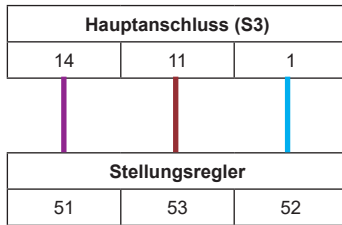

Abb. 27 Stellungsregler-Einbau-Klemmenplan (8 kN+)
- 8 kN+: Schließen Sie die Adern des Potentiometerkabelbaums an die Hauptklemmleiste an (Abbildung 27) und verbinden Sie den Potentiometerstecker mit der Potentiometerbuchse auf der Stellungsreglerkarte (siehe Abbildung 25 "Installation der Stellungsreglerkarte"), um das Produkt zu orientieren. Der Kabelbaum des Potentiometers sollte wie abgebildet durch die Mitte der Stellungsregler-Karte geführt werden
- 8 kN+: Schließen Sie den DE-Kabelbaum wie in Abb. 27 "Klemmenplan für die Installation des Stellungsreglers (8+ kN)" angegeben an.